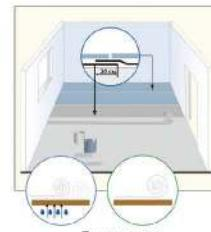

Рисунок 7
8. Если Вы укладываете ламинат на бетонное основание, то Вам потребуется полиэтиленовая пленка для обеспечения пароизоляции от остаточной влажности Вашей стяжки. После этого расстилается звукоизолирующая подложка толщиной не менее 2, но не более 3 мм, уже на которую осуществляется монтаж ламината. В случае монтажа на линолеум или деревянное покрытие пароизоляция не требуется (см. рис. 7).